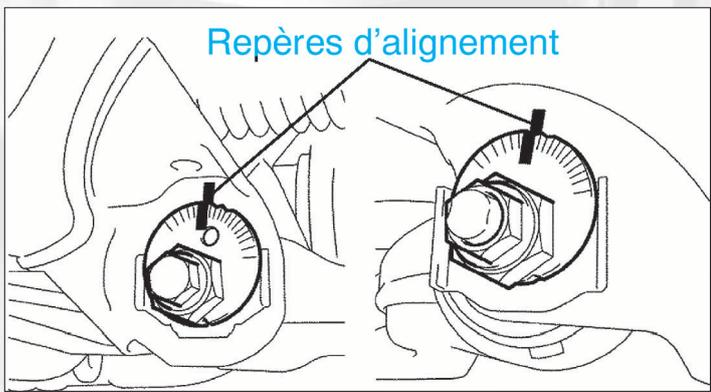

FIG. 6
- Dévisser les deux axes avec excentrique du triangle sur le châssis puis le déposer (fig. 6).